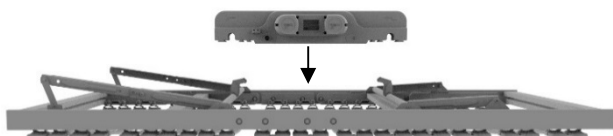

Fig. 14: Montaggio sulla rete a doghe
2. Tirate leggermente il passante, come mostrato in fig. 14.